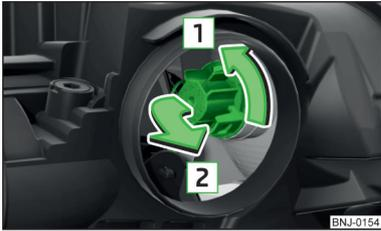

Fig. 207
- » Girar el portalámparas con la bombilla en el sentido de la flecha **1** » fig. 207.